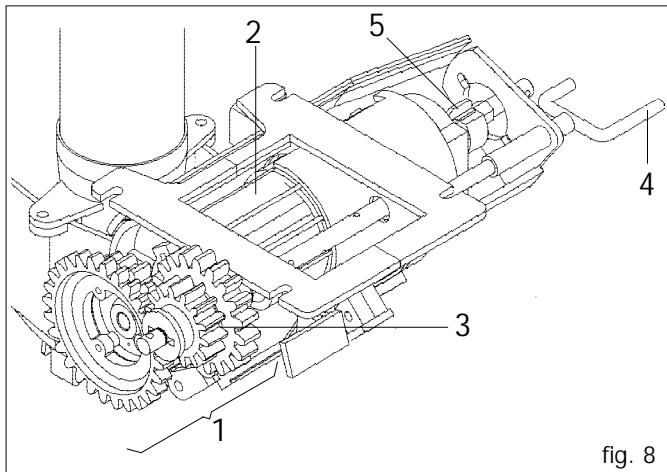
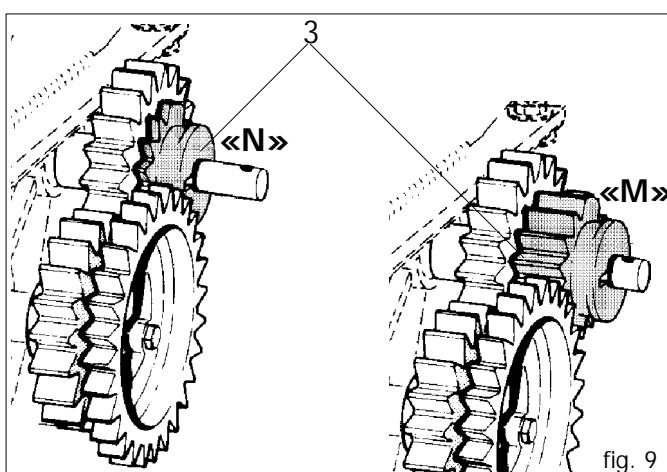

fig. 8
fig. 9
Il dosatore (fig. 8), organo principale per il funzionamento della seminatrice, è posizionato sotto il serbatoio delle sementi. Riceve il moto dalla ruota di trasmissione per mezzo di ingranaggi e catene. Composto da un cambio (1 Fig. 8), permette due rapporti di trasmissione al rullo distributore (2) variando la posizione della ruota dentata rossa (3 Fig. 9). Nella posizione «N», il rapporto al cambio è di 1:1 dettato dalla coppia di ruote dentate Z19; spostando la ruota (3) in «M», il rullo distributore dimezzera i propri giri, in quanto la trasmissione viene composta dalla ruota motrice rossa Z14 e ruota condotta Z28.
La molla di blocco (5 Fig. 8) permette di modificare il campo d'apertura della saracinesca e contemporaneamente la portata del rullo dosatore.